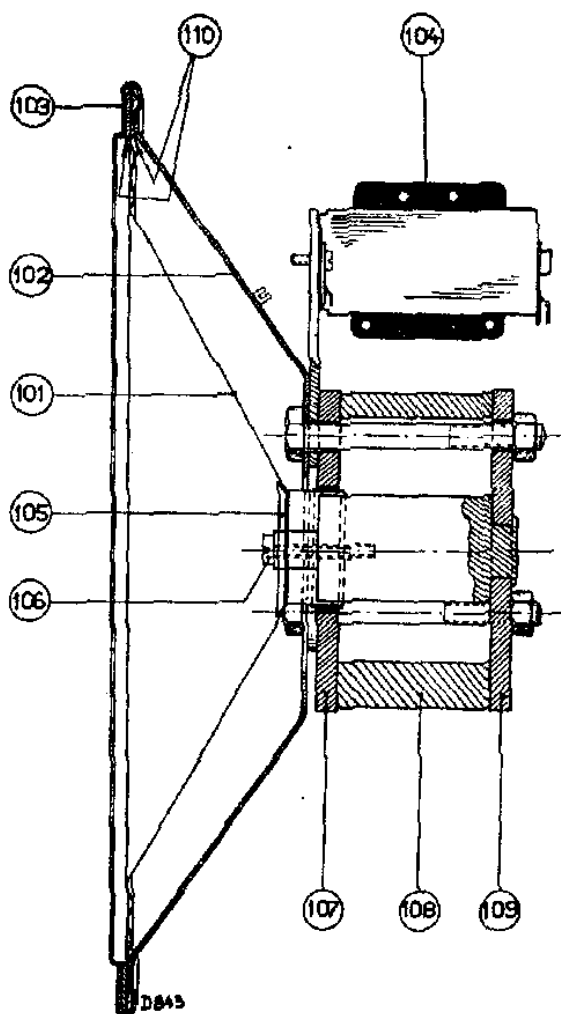

Fig. 9
2. Voor- of achterplaat (pos 107 en 109 fig. 9) mogen in geen geval van de magneet getrokken worden, hierdoor zou deze verzwakken.